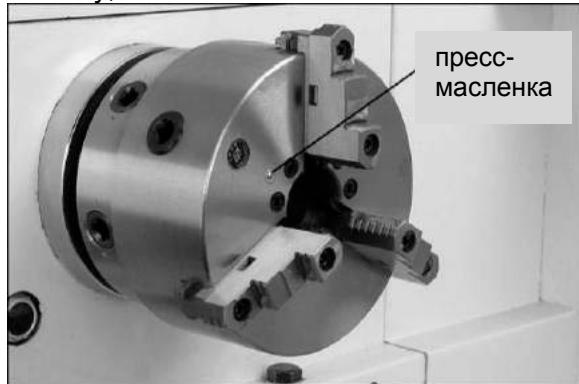

Рис.8
1. Патрон – В дополнение к смазке, уже описанной при установке, ежедневно смазывайте патрон маслом SAE 20W через пресс-масленку, показанной на Рис.8.